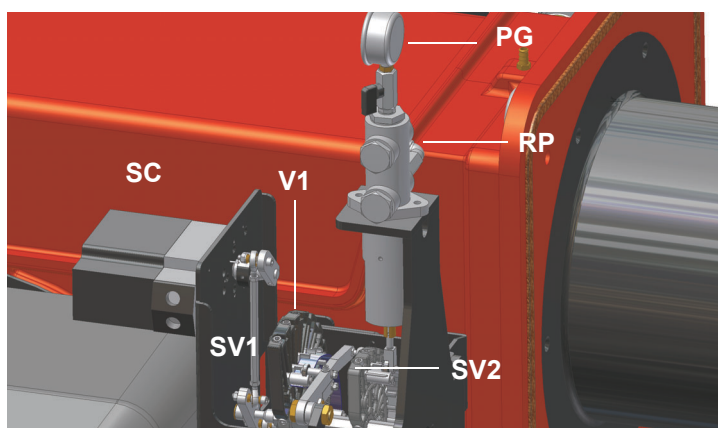

Fig. 15
- 9 per ottenere la portata massima dell'olio regolare la pressione (leggendo il valore sul manometro PG), senza variare la portata d'aria stabilita durante la taratura in funzionamento a gas (vedi par. precedente): sempre controllando i valori di combustione, agire sulla vite del settore variabile relativo all'olio **SV2** (vd. Fig. 15) una volta raggiunta la posizione di alta fiamma.